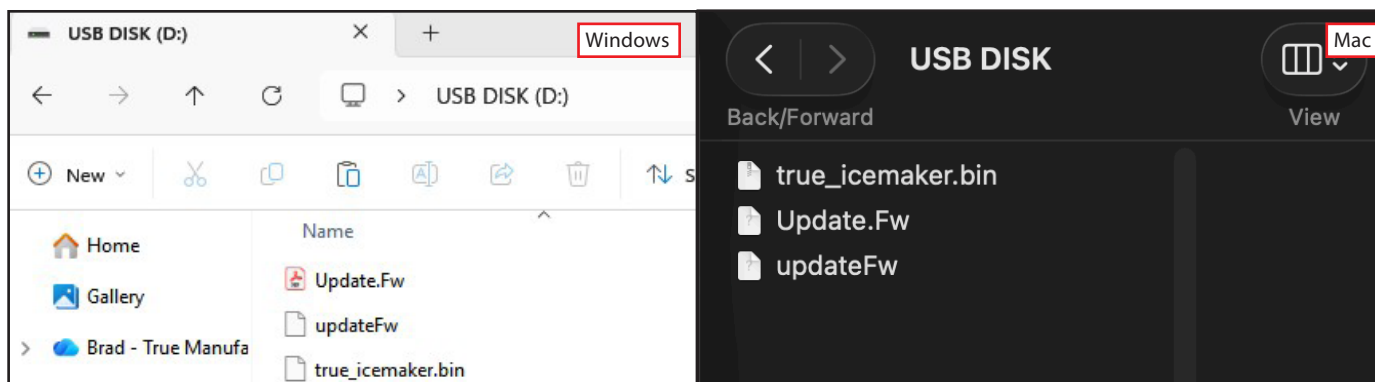

Fig. 10. Copie los archivos del soporte lógico inalterable a la carpeta de su unidad USB.
10. Copie los archivos del soporte lógico inalterable a la carpeta de su unidad USB. Consulte la fig. 10.